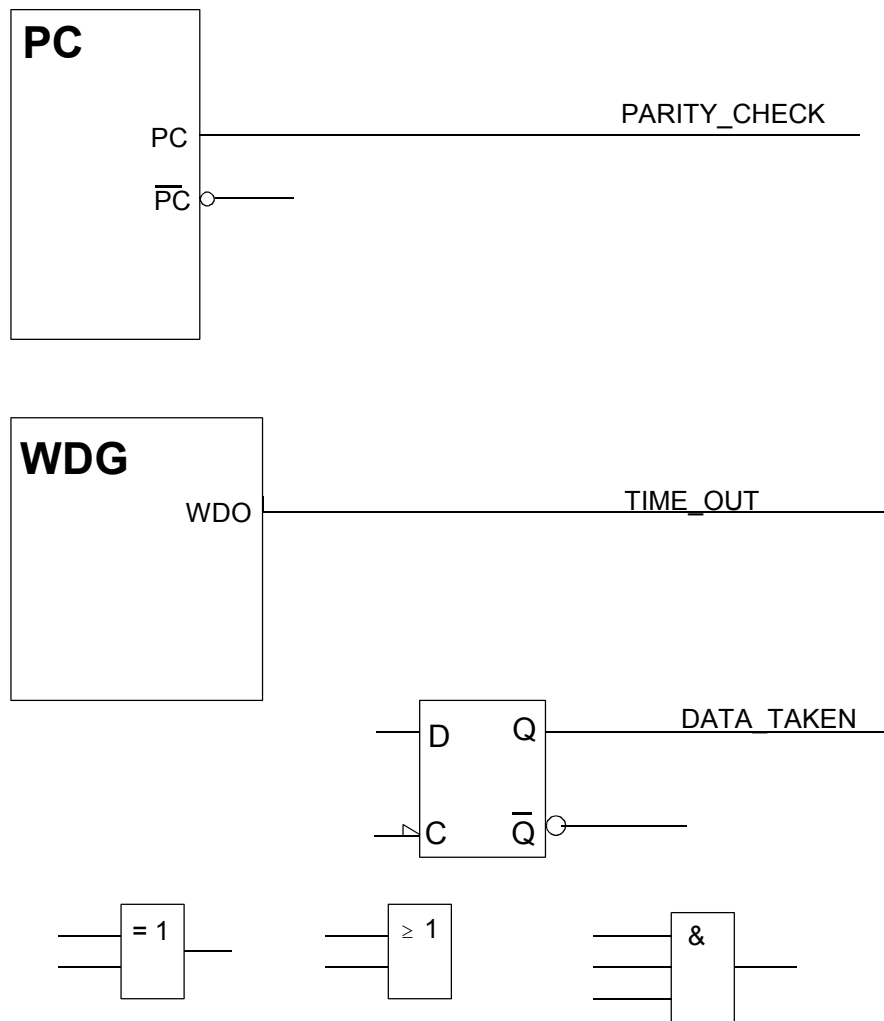

Abb. 2 Leiterplatte mit Funktionselementen
- in den Schaltkreisen der Leiterplatte sind noch drei Funktionselemente frei (Abbildung 2). Lassen Sie sich was einfallen...